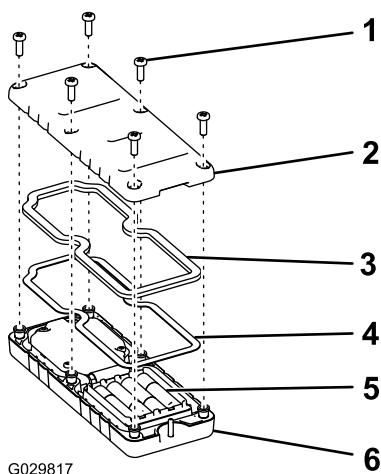

Figure 6
- Placez chaque pile dans un des emplacements du logement en respectant la polarité (Figure 6).
3. Veillez à bien engager le joint en acier et le joint en caoutchouc dans la gorge de la télécommande puis remettez le couvercle arrière en place (Figure 6).
4. Fixez le couvercle avec 6 vis (Figure 6) serrées à un couple de 1,5 à 1,7 N·m.